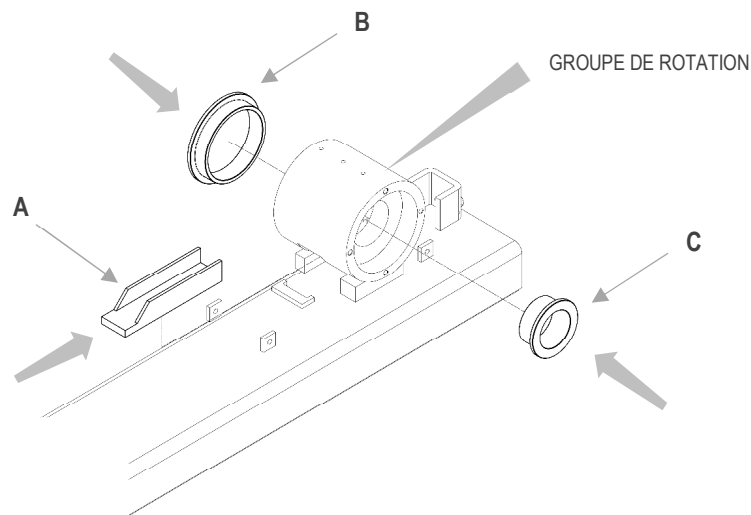

Figure 19
3. Vérifier que les paliers lisses **A**, **B** et **C** (voir Figure 19) sont correctement logés.